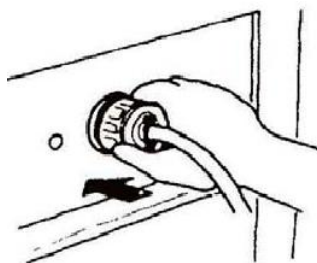

Fig . 31
5.4.2 Conectar los dispositivos (Figure 31)